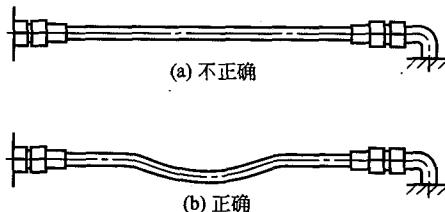

图 1-2 软管保持松弛状态示意图
③ 软管应有一定余量。由于软管受压时，要产生长度（长度变化约为 14%）和直径的变化，因此在弯曲情况下使用，不能马上从端部接头处开始弯曲；使用时，不要使端部接头和软管间受拉伸，所以要考虑长度上留有适当余量，使它保持松弛状态，如图 1-2 所示。